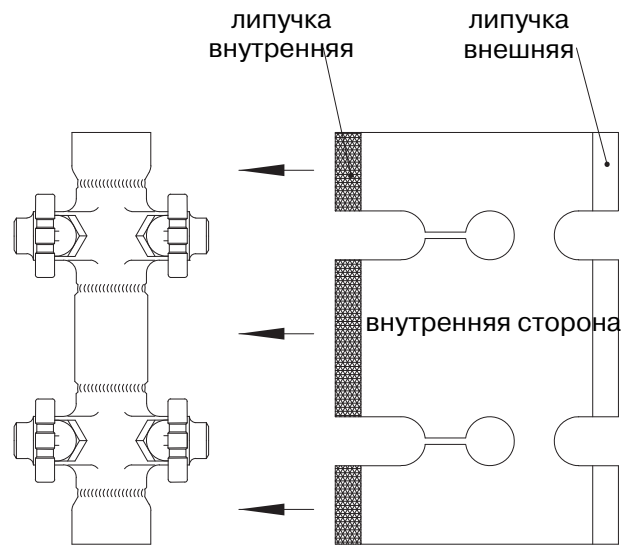

Рис. 6: базовая изоляция
- Если CODI® уже установлен на несущей конструкции вставьте базовую изоляцию (Рис. 6) между корпусом (поз. 1) и несущей конструкцией.